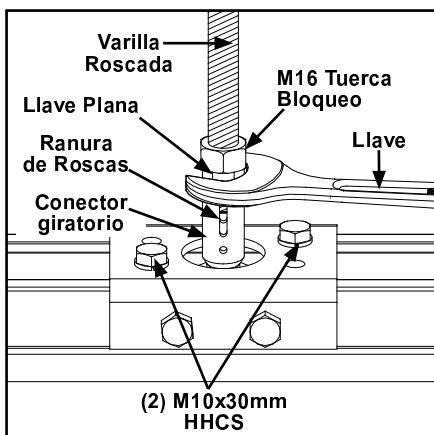

Figura 3-67
- Paso 2. Verifique que las roscas estén visibles en las ranuras cuando termine de nivelar el sistema. Vea Figura 3-67.
- Paso 4. Apriete dos (2) M10 x 30 mm HHCS para asegurar soporte de montaje al Riel. Apriete tornillos hasta que arandelas queden planas. No apriete de más. Vea Figura 3-67.
- Paso 5. Apriete Tuercas de bloqueo M16 en conector de varilla para asegurararlo. Vea Figura 3-67.